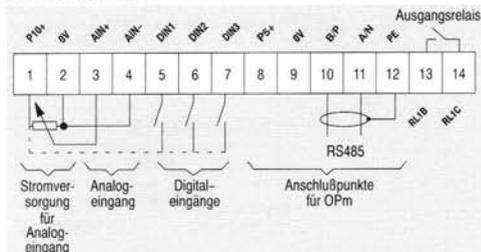

Bild 4: Steueranschlüsse
- (1) Die Steuerklemme 5 über einen einfachen Ein-/Aus-Schalter mit Klemme 1 verbinden. Damit wird der Umrichter für Rechtslauf eingestellt (Standardbelegung).
- (2) An die Steuerklemmen ein Potentiometer von 10 kΩ anschließen, wie in Bild 4 dargestellt, oder ein Signal von 0 - 10 V zwischen Anschluß 2 (0V) und Anschluß 3 anlegen.
- (3) Netzstrom an den Umrichter anlegen.
- (4) Durch Einstellen des Parameters P006 auf 001 den Analogsollwert vorgeben.
- (5) Durch Einstellen des Parameters P007 auf 000 Digitaleingabe vorgeben im vorliegenden Fall) und die Bedienelemente auf der Frontplatte sperren.
- (6) Die Parameter P021 und P022 so einstellen, daß sie die niedrigste und die höchste Ausgangsfrequenz angeben.
- (7) Den externen EIN/AUS-Schalter in die Stellung EIN (ON) bringen. Das Potentiometer so verstellen (oder die analoge Steuerspannung so einstellen), daß am Umrichter die gewünschte Frequenz angezeigt wird.